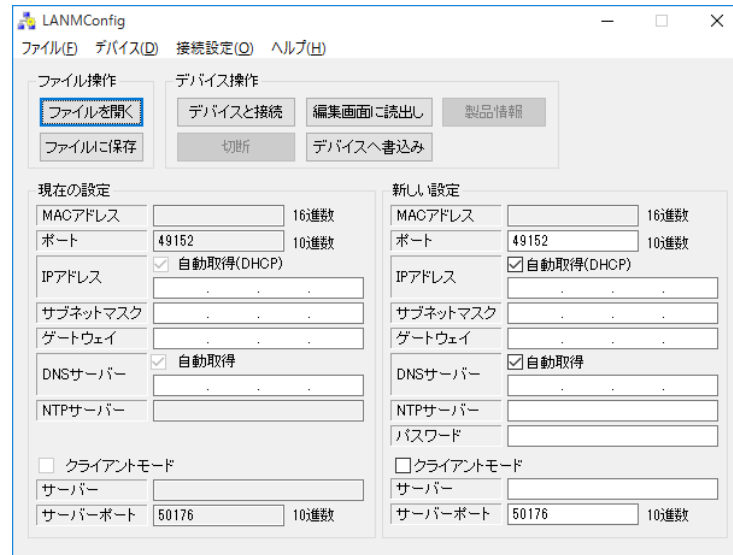

図 17 ネットワーク設定ツール「LANMConfig」の画面
製品は使用開始前にネットワーク設定を適切に行う必要があります。図 17はネットワーク設定に使用する設定ツール「LANMConfig」の画面、表 13は設定項目です。
2. 設定ツールのメニュー画面(図 14)から[ネットワーク設定ツール(LANMConfig)]ボタンを押します。図 17の画面が表示されます。